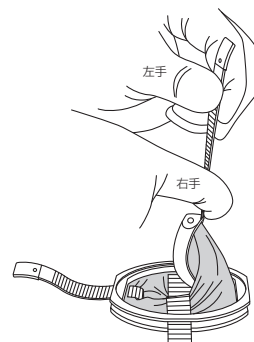

図12
- 体内リングを折り曲げたまま解除したフラップを上方へ引き上げ体内リングを抜去する。(図12)